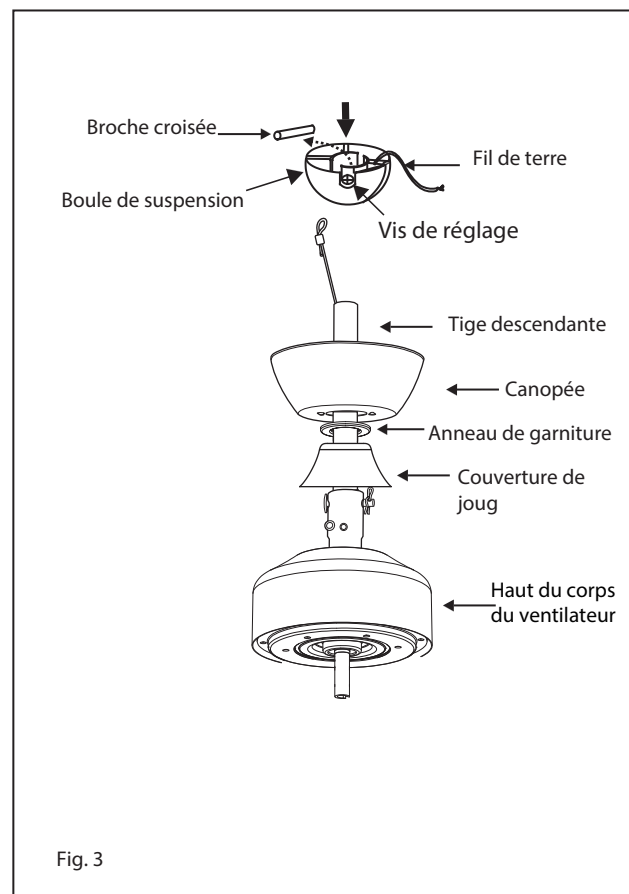

Fig. 3
- 6 Glissez le couvercle de joug, la bague de garniture et la verrière sur la tige de descente. (Fig. 3)
- 8 Faites passer les fils dans les trous du capuchon anti-humidité à bille en caoutchouc et faites glisser le capuchon sur le dessus de la bille. (Fig. 3) Soulevez la bille / tige descendante / ventilateur dans l'ouverture du support de suspension.
8 Un flux d'air VERS LE BAS crée un effet de refroidissement comme illustré à la figure 3. Cela vous permet de régler votre climatiseur sur un réglage plus chaud sans affectant votre confort.